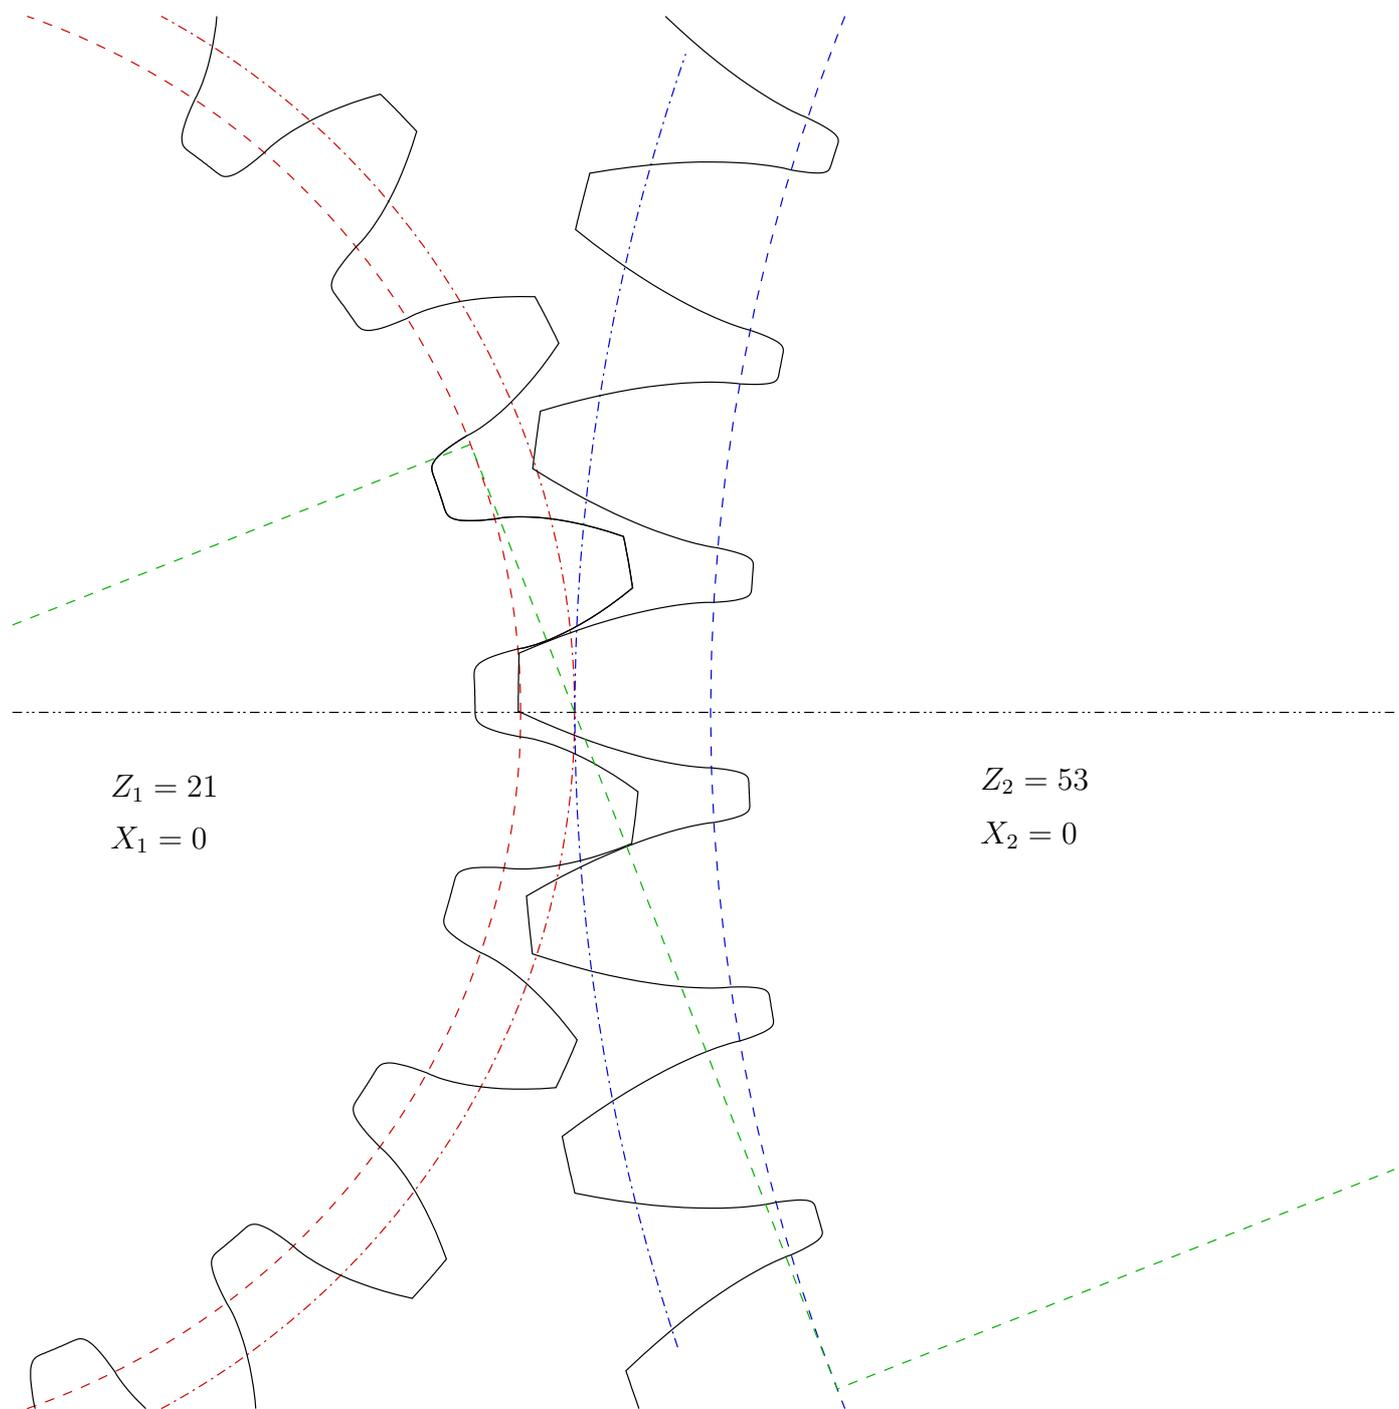

FIGURE 1 – Schéma à compléter.
La FIG. 1 représente le zoom de la zone de contact d'un engrenage entre les 2 roues dentées de nombres de dents $Z_1 = 21$ et $Z_2 = 53$ et de module $m_0 = 3$. Sur cette figure, vous visualisez les cercles de base et primitifs de chaque roue et la ligne d'action tangente aux cercles de base.
- 2) A la vue de la FIG. 1, le fonctionnement s'effectue t'il avec ou sans jeu ?